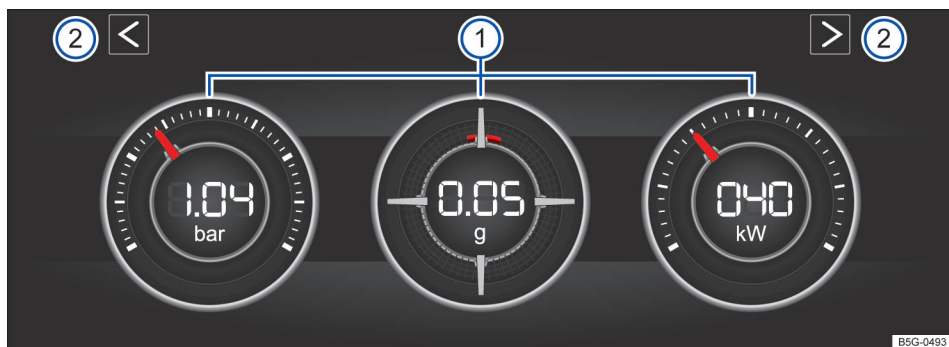
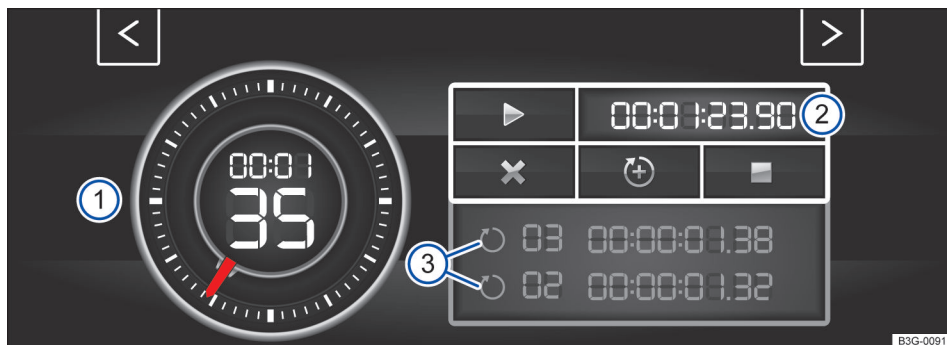
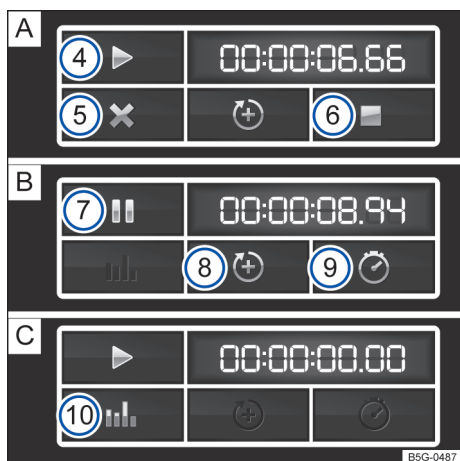

Fig. 27 Na tela do sistema Infotainment: módulo de potência.
Fig. 28 No display do sistema Infotainment: Laptimer com cronômetro, superfície de função e tempos de voltas.
Fig. 29 Superfície de função no display do sistema Infotainment: medição do tempo na volta **A**) parada, **B**) em execução e **C**) concluída.
Se você desejar alternar entre o módulo de potência e o Laptimer → Página 41 toque em uma das teclas de seta à esquerda e à direita acima dos instrumentos em → Fig. 27 .
Legenda para Fig. 27
O display pode exibir, no máximo, três instrumentos simultaneamente. Cada um dos instrumentos pode ser selecionado para cada uma das áreas de exibição → Fig. 27 ① (esquerda, central, direita).
- **Indicação da pressão de carga:** a indicação da pressão de carga → Fig. 27 ① (à esquerda) exibe a pressão no circuito do ar de sobrealimentação entre o turbocarregador e o motor (na unidade "bar"). Quanto mais o ponteiro ficar à direita na escala, maior será a potência que o motor desprenderá.
- **Medidor de aceleração (G-Meter):** o medidor da aceleração (G-Meter) → Fig. 27 ① (central) indica na área central o valor da aceleração (na unidade "g"). A marcação vermelha na área disposta em tela indica a intensidade da aceleração e a direção da força que atua (conforme os princípios físicos contrários). Se você, por exemplo, conduzir para a esquerda, a marcação vermelha se moverá para a área direita do instrumento (e o contrário). Ao acelerar, a marcação vermelha se moverá para baixo. Ao frear, a marcação vermelha se moverá para cima. A intensidade da aceleração é indicada pela posição da marcação vermelha de dentro para fora. Se a aceleração aumenta, a marcação vermelha é excluída da área central.
- **Indicação de potência:** a indicação de potência → Fig. 27 ① (à direita) exibe a potência do motor atualmente utilizada como valor digital e na escala adjacente (em kW).
Legenda para → Fig. 28 e → Fig. 29
- No módulo de potência, tocar uma das teclas de setas → Fig. 27 ②, para alternar para o Laptimer.
Com as teclas de seta → Fig. 27 ② e → Fig. 28 você pode alterar a qualquer momento entre Laptimer e módulo de potência.